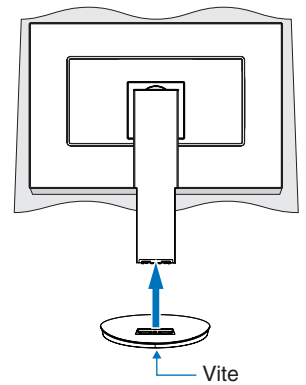

Figura 2
3. Collegare la base al supporto del monitor, stringere la vite nella parte inferiore della base (**Figura 2**).